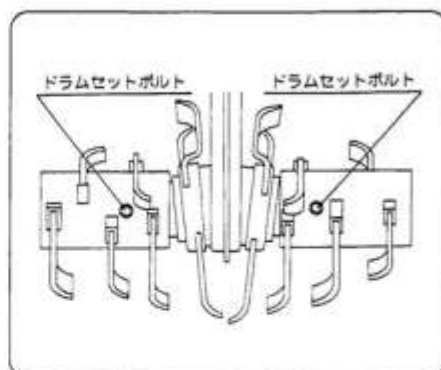

図41
- ドラムローター（左右）のセットボルト（左右各1本）をゆるめドラムローターを外してください。（図41）